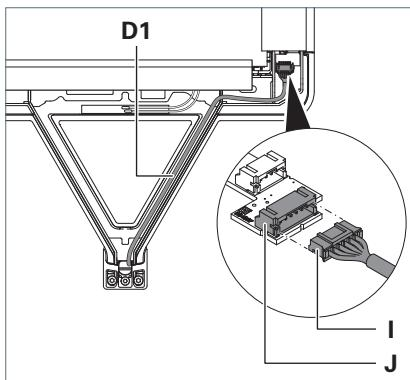

Fig. 5: Collegare la linea di comando.
- ▶ Posare la linea di comando **D1** dal tubo verticale nel braccio di supporto della testa dell'apparecchio, vedere Fig. 5.